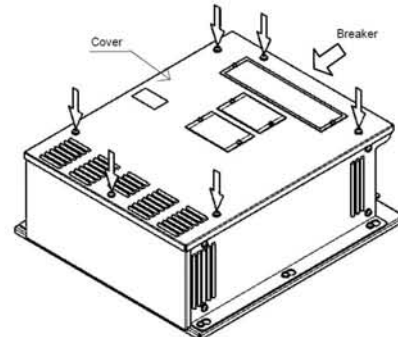

図1 [Fig.1]
- 1) ブレーカが切れていることを確認します。カバーを固定している6つのビスを緩めます。(図1)
Confirm that the circuit breaker of NTD-2150 MF/HF Transceiver is turned off. Loosen the screws (six places) fixing the cover. [Fig.1]